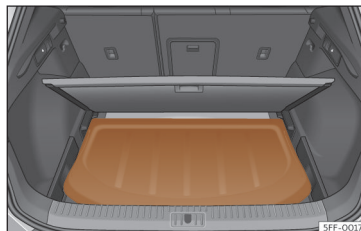

Fig. 185 Na bagageira: colocação da chapeleira.
- Coloque a chapeleira da bagageira no suporte previsto para o efeito >>> **Fig. 185.**